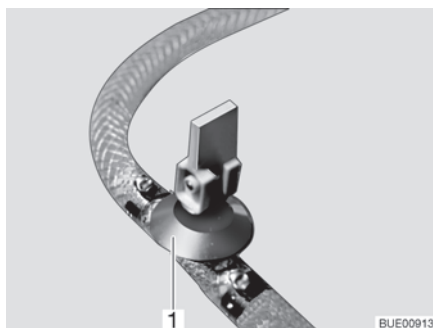

Fig. 166 Rubinetto di scarico (con leva a bilanciere)
- Chiudere tutti i rubinetti di scarico. A tale scopo, posizionare la leva a bilanciere del rubinetto di scarico (Fig. 166,1) in orizzontale.